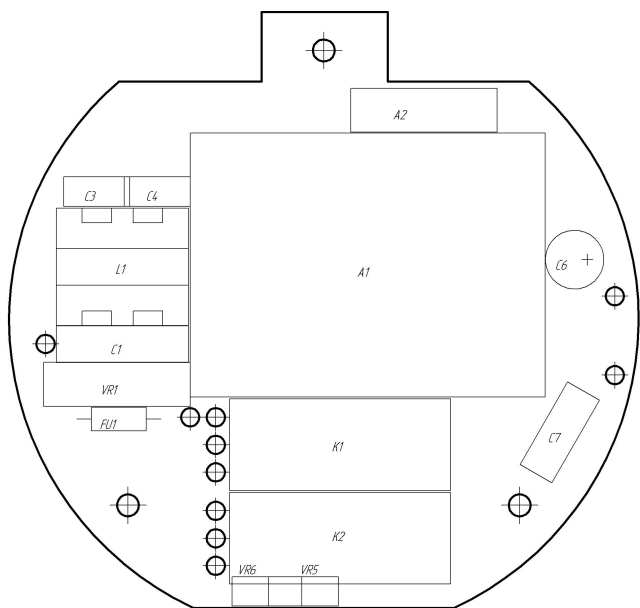

Рисунок 10 - Размещение элементов на плате питания 220 В
3.7.3 Рисунок 10 и Рисунок 11 показывают размещение элементов и контактов на плате питания.